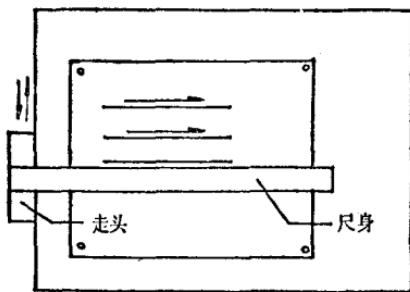

图 1 丁字尺用法
1) 丁字尺必须沿图板的左边滑动(图1)，不得在图板的其它边轮换滑动；